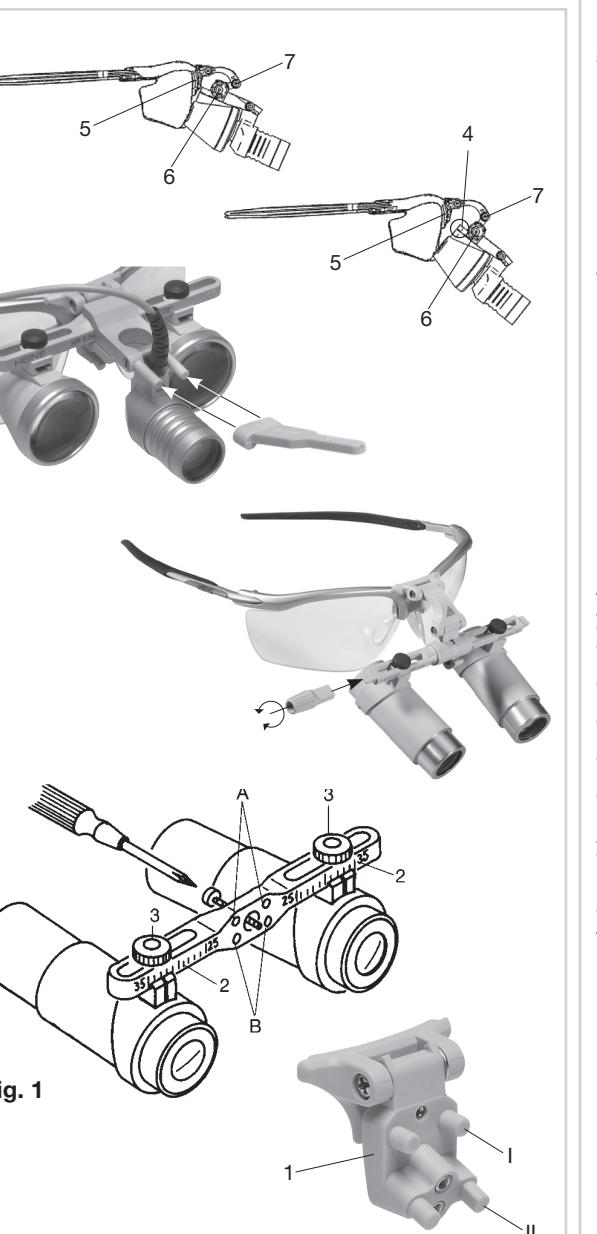

Fig. 1
- Stellen Sie vor dem Aufsetzen der Lupe Ihre Pupillendistanz (PD) oder einen mittleren Wert auf der Skala (2) (Fig.1) ein: Lösen Sie die Rändelschrauben (3) (Fig.1) und verschieben Sie beide Okulare symmetrisch.
- Sicher Sie die Okulare mit den Rändelschrauben (3) (Fig.1).
- Fix the eyepieces in place by re-tightening the screws (3) (Fig.1).